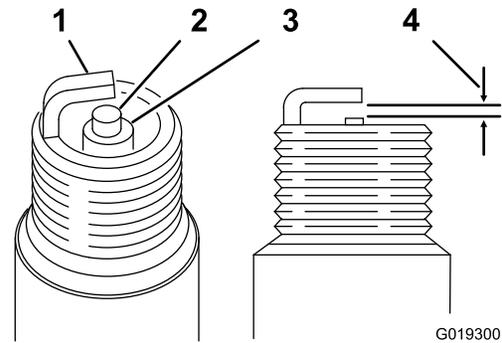

Bild 31
3. Stellen Sie den Elektrodenabstand auf 0,7 bis 0,8 mm ein (Bild 31).
Elektrodenabstand: 0,70-0,80 mm, siehe Bild 31